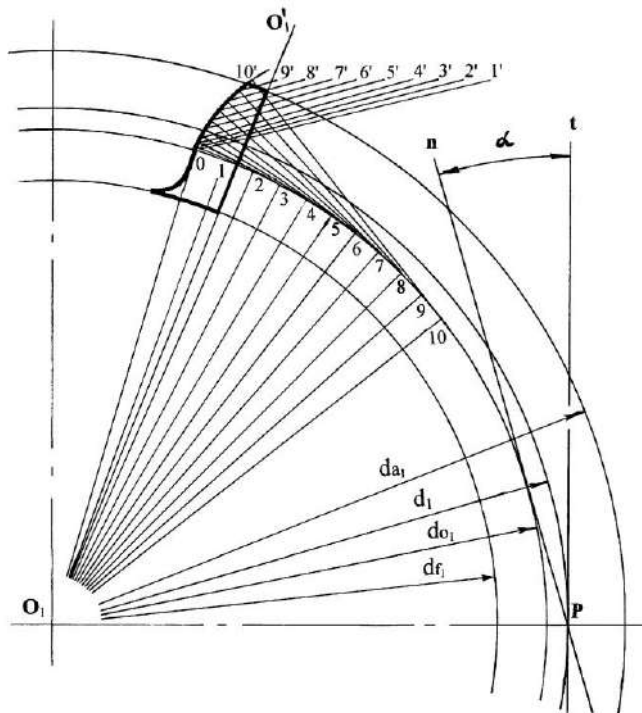

Рис. 4.5. Построение эвольвентного профиля зуба первого (ведущего) колеса и шаблона зуба
9. На основных окружностях (в стороне от полюса  $P$ ) строятся эвольвенты – кривые, формирующие профиль каждого зуба колес зацепления (рис. 4.5).
Отметив на основной окружности точку  $O$  – начало (корень) эвольвенты, от нее откладываются по основной окружности несколько (до 10) равных дуг  $0-1$ ;  $1-2$ ;  $2-3$ ;  $3-4$  и так далее длиной  $8\dots 10$  мм. Через полученные точки проводятся касательные к основной окружностям и на каждой касательной откладывается столько дуг, сколько размещается от точки касания до корня эвольвенты (на первой касательной – одна дуга  $1-1'$ , на второй – две дуги  $2-2'$ , на третьей – три  $3-3'$  и т.д.). Полученные на касательных линиях точки  $1'\dots 10'$  (рис. 4.5) соединяются плавной кривой – эвольвентой, начало которой должно быть в корне. Полученная таким образом кривая (эвольвента) является профилем зуба колеса. На участке от основной окружности до окружности впадин профиль зуба образован радиальной прямой, которая сопрягается с окружностью впадин дугой радиуса  $\rho = 0,4 m$ .
10. По построенным профилям изготавливаются шаблоны зубьев толщиной  $S$  по делительным окружностям. Для упрощения изготовления профилей зубьев необходимо построить только половину зуба каждого колеса (левую или правую). На рис. 4.5 приведена методика построения левой половины зуба ведущего колеса.